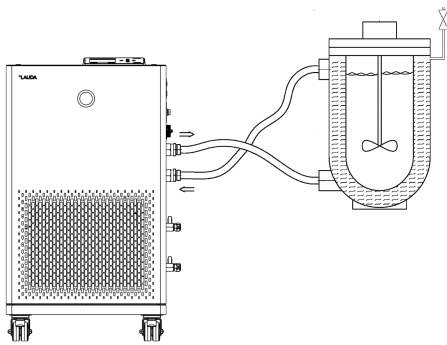

Fig. 28: Application avec vanne de purge
- Une vanne de purge Fig. 28 peut simplifier le processus de purge. Pour cela ouvrir régulièrement la vanne avec prudence et laisser s'échapper le gaz/l'air jusqu'à ce que le liquide sorte de la vanne, refermer la vanne de purge. Collecter le liquide dans un récipient adapté. Actionner à nouveau la vanne à intervalles réguliers jusqu'à ce qu'il n'y ait plus d'air.